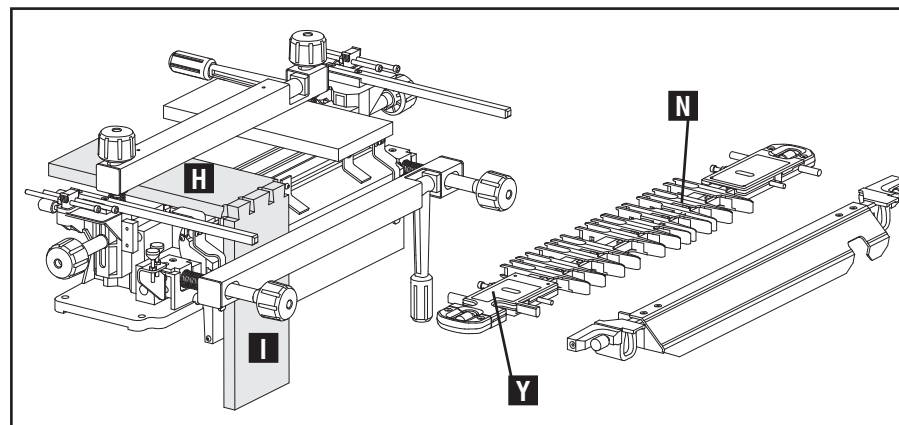

Fig. D11
1. Enlevez la barre stabilisatrice et le gabarit. Faites pivoter le gabarit (N), Fig. D11, et remplacez-le sur l'OMNIJIG® pour que l'étiquette « Baguette A » (Y) soit placée du côté supérieur gauche.